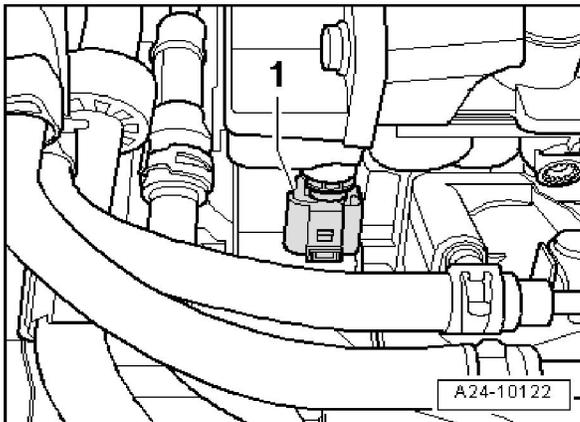

Fig. 22 Conector triple de sensor de posición del árbol de levas.
Desconecta el sensor de posición del árbol de levas (Hall) fig.22 (1).